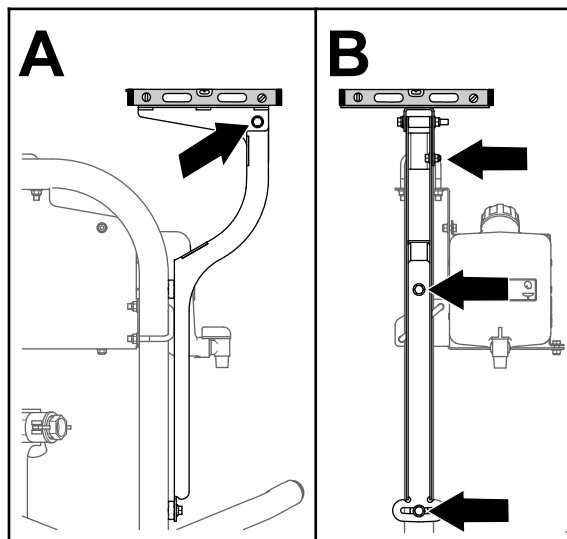

Bild 157
3. Nivellieren Sie die Empfängerplatte seitlich (Bild 157).
5. Nivellieren Sie die Empfängerplatte in Längsrichtung (Bild 157).